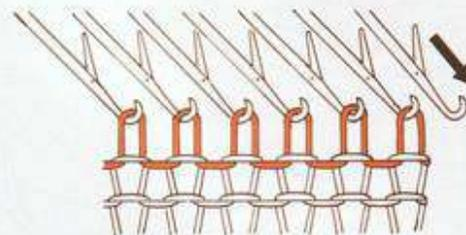

Fig. 44/A
Le chariot étant à droite, avancer la première aiguille du côté droit de « A » en position « B » (fig. 44 A) Procéder de même pour l'autre côté lorsque le chariot sera à gauche.
b) 2^e manière (fig. 44) :